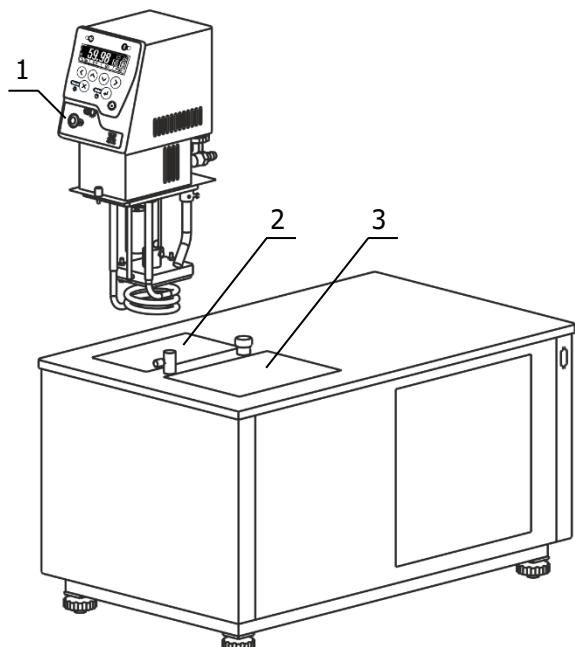
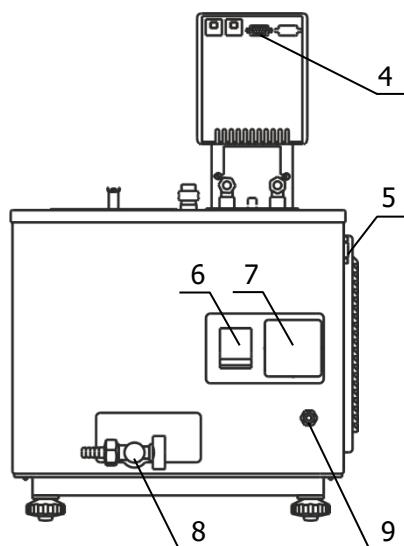

Рисунок 2 — Установка блока регулирования
Рисунок 3 — Задняя панель термостата
**2.2.3** Погрузить блок регулирования температуры 1 в отверстие 2 (рисунок 2) и закрепить его винтовыми фиксаторами на крышке термостата.
**2.2.4** К переливному штуцеру 9 (рисунок 3) присоединить гибкий шланг, второй конец которого опустить в емкость для сбора излишков теплоносителя объемом 1.5–2 литра.
**2.2.5** Заполнить ванну термостата теплоносителем через отверстие над рабочей зоной 3 (рисунок 2) до момента начала слива теплоносителя из переливного штуцера 9 (рисунок 3). Температурный диапазон применения теплоносителя должен соответствовать значениям, указанным в 1.2.6.
**2.2.7** Вставить вилку сетевого кабеля блока регулирования в розетку 7 (рисунок 3). Соединить кабелем из комплекта поставки блок регулирования (разъем 4) и холодильную машину (разъем 5). Сетевой кабель термостата подключить к питающей сети. Для этого в лабораторном помещении должна быть установлена электрическая розетка из комплекта поставки термостата.
**2.2.8** Автоматический выключатель 6 (рисунок 3) перевести в положение «включено».
2.2.11 Для заполнения соединительных шлангов и устранения воздушных пробок при первом запуске термостата, необходимо включить блок регулирования в режиме прокачки. При работе циркуляционного насоса уровень теплоносителя во внутренней ванне понизится, что может привести к срабатыванию защиты от недостаточного уровня теплоносителя. Доливать теплоноситель следует до тех пор, пока он не начнет переливаться через штуцер 9 (рисунок 3).
2.4.2 Надеть сливной шланг из комплекта поставки на кран 8 (рисунок 3) и закрепить его хомутом. Свободный конец шланга опустить в емкость для сбора теплоносителя объемом, превышающим объем термостата.